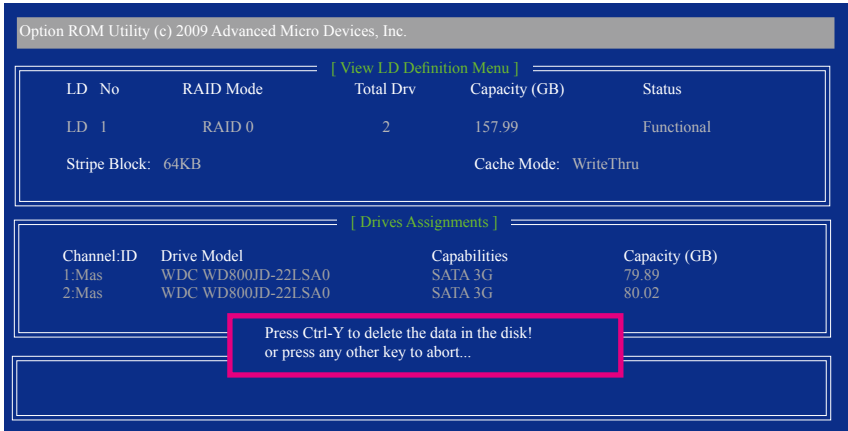

图9
- 2. 的后您将进入如图9的「View LD Definition Menu」窗口。在此窗口里您可以看到包含在此磁盘阵列的磁盘成员。若您确定要删除该磁盘，请按<Ctrl>+<Y>键或按任意键取消。